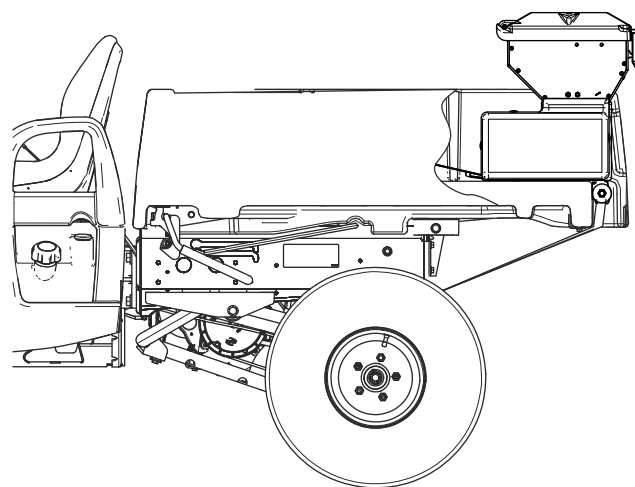

Figure 26
2. Glissez l'épandeur sur la plate-forme de l'UTV jusqu'au contact des butées avec la plate-forme (Figure 26).